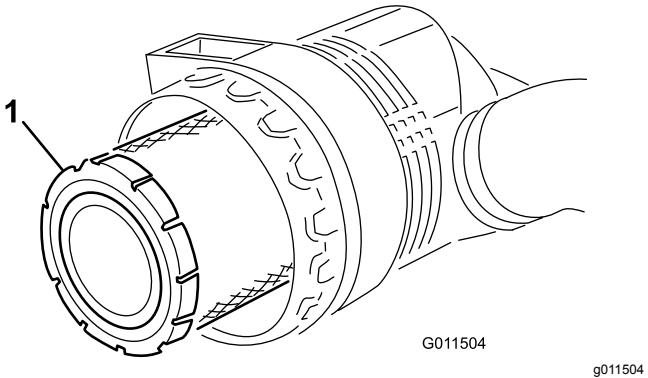

Figura 74
5. Togliete il filtro primario e sostituitelo (Figura 74).